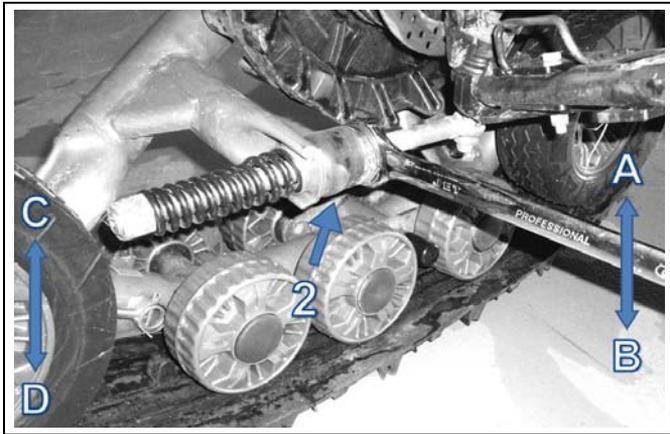

Figure 5
- Régler l'écrou (2) présenté à la Figure 5 jusqu'à ce que la barre plate se trouve à  $315 \pm 5$  mm au dessus du sol. Pour le côté droit, tourner la clé vers A engendre une rotation du système vers C et la tourner vers B fait pivoter le système dans la direction D (inverse pour le côté gauche).